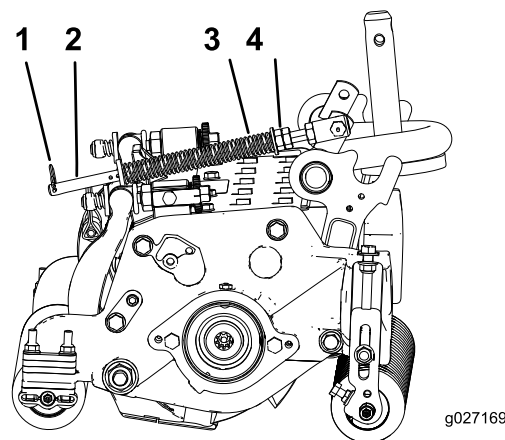

Рисунок 19
1. Убедитесь, что игольчатый шплинт установлен в заднее отверстие штока пружины (Рисунок 19).
2. Затяните шестигранные гайки на переднем конце штока пружины так, чтобы длина сжатой пружины была равна 15,9 см (Рисунок 19).